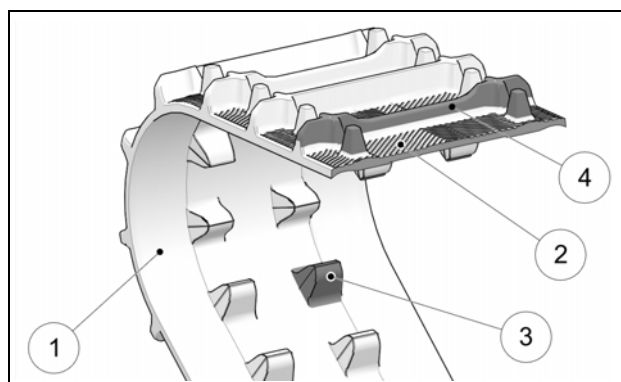

Figure 36
L'usure des profils externes impacte directement les performances de la chenille. Plus les profils sont usés, moins bonne sera la traction. Changer la chenille si vous notez une baisse significative des performances. Vérifier la bande de roulement interne (1) et externe (2), les dents de traction interne (3) et les profils (4). La présence de déchirure, perforation ou délamination à ces endroits peut rendre le système de chenille inopérable. Remplacer la chenille pour prévenir les risques de défaillance. Figure 36.